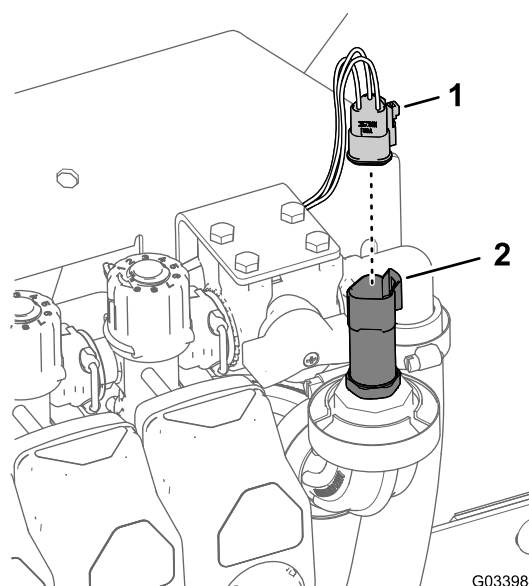

Рисунок 9
- Отсоедините 3-гнездовой соединитель датчика давления (Рисунок 9).